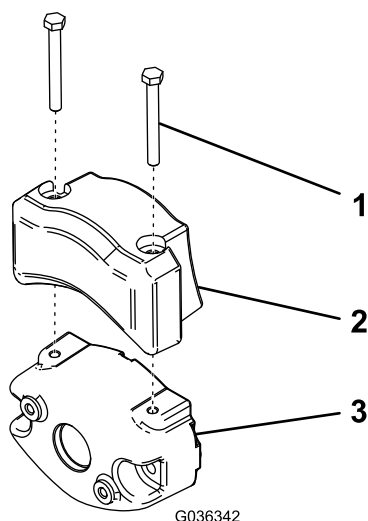

Figura 9
4. Sujete el contrapeso eléctrico al contrapeso existente con 2 tornillos, como se muestra en la Figura 9.